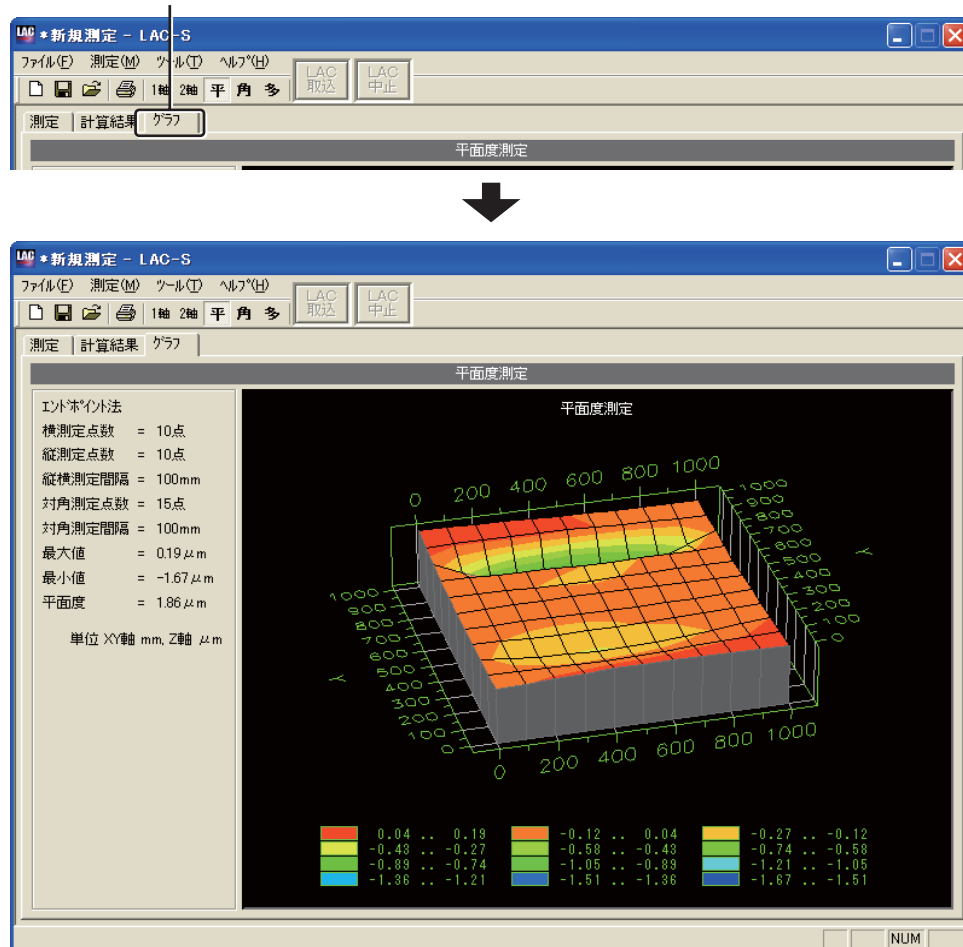

図5-9-14
5.9.2で行った計算結果を「グラフ」で表示します。平面度測定画面の[グラフ]タブをクリックすると計算結果がグラフとして表示されます(図5-9-14)。